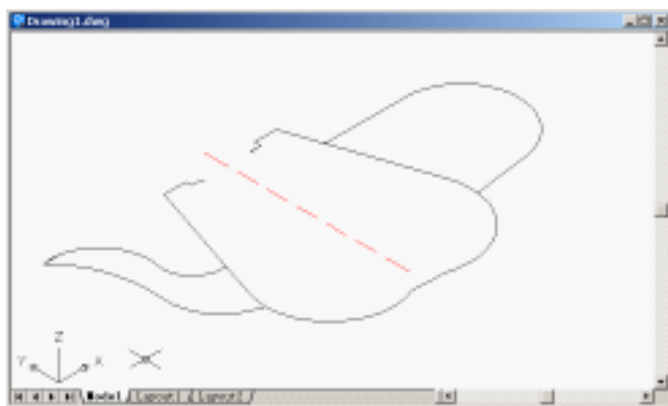

图 24.11 变换视图为西南视图
(6) 用 VIEW 命令变换视图为 Southwest Isometric (西南视图), 结果如图 24.11 所示。